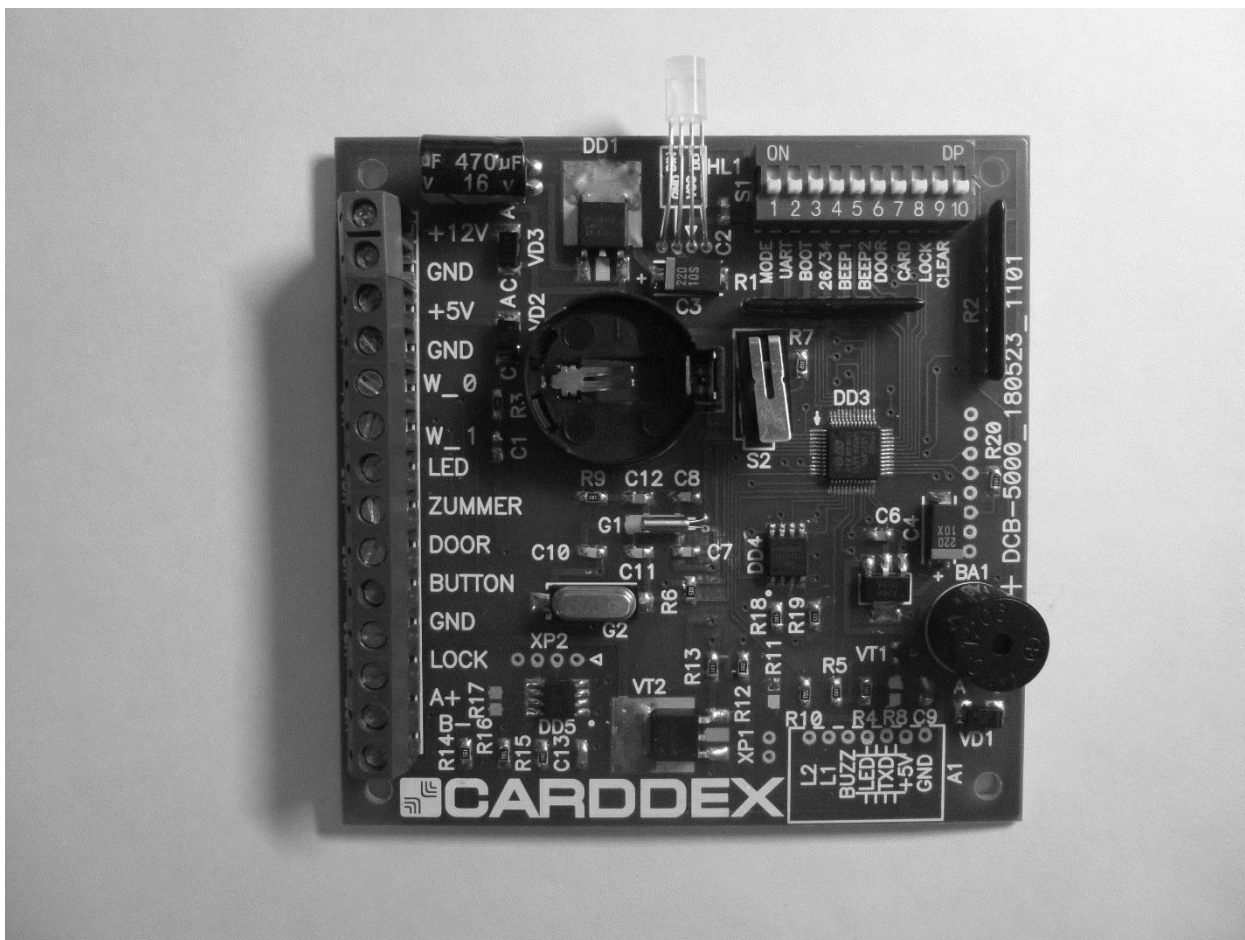

Рис.1. Общий вид платы контроллера Carddex Net.
(Рис. 1, слева).
считывателей производства ООО НПО «Карддекс». Выбор режима работы производится переключателем позиции №2 «UART» блока DIP-переключателей (Рис.1, вверху справа).
2. Назначение позиций блока DIP-переключателей (Рис.1 вверху, справа).